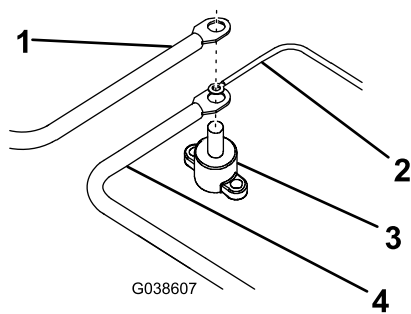

Figura 3
8. Conecte el espárrago de masa aislado debajo del capó del vehículo (Figura 3).
9. Conecte el extremo libre del cable alargador negro de corriente/masa al espárrago de masa aislado (Figura 3).
10. Conecte el cable marrón al espárrago de masa aislado (Figura 3).